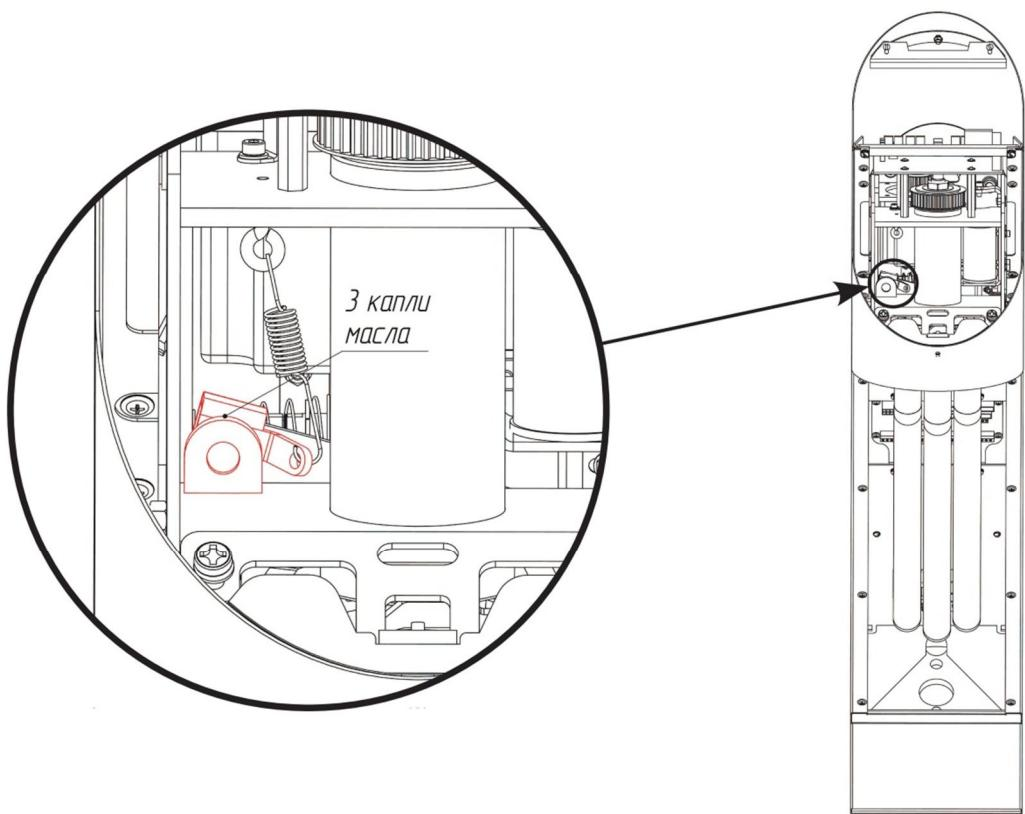

Рис. 13
5.2. Ось вращения рычага ролика (Рис. 13).
Элементы узла расположены за рычагом ролика, изображенном на Рис. 13.